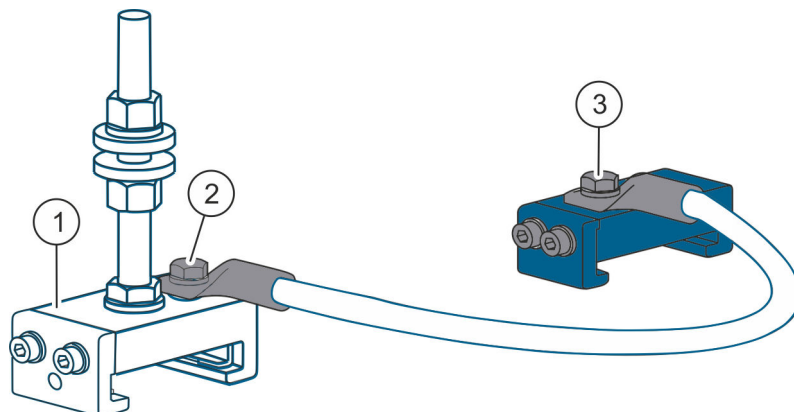

Fig. 15: Equipotential bonding terminal
1. ➔ Screw the equipotential bonding terminal (Fig. 15/3) to the sliding clamp (Fig. 15/1) with the electrical connector (Fig. 15/2).